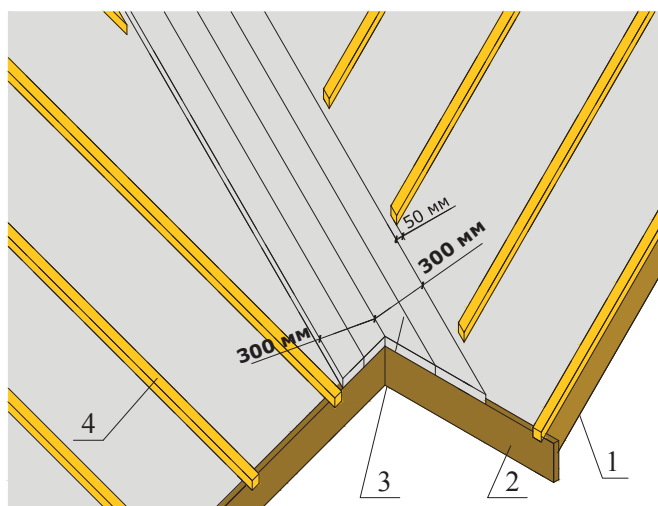

Рис. 6
4.1.10. В ендове обрешетка заводится на опорный настил таким образом, чтобы между торцами обрешетки и осью ендовы оставалось расстояние 225 мм (см. рис. 6).